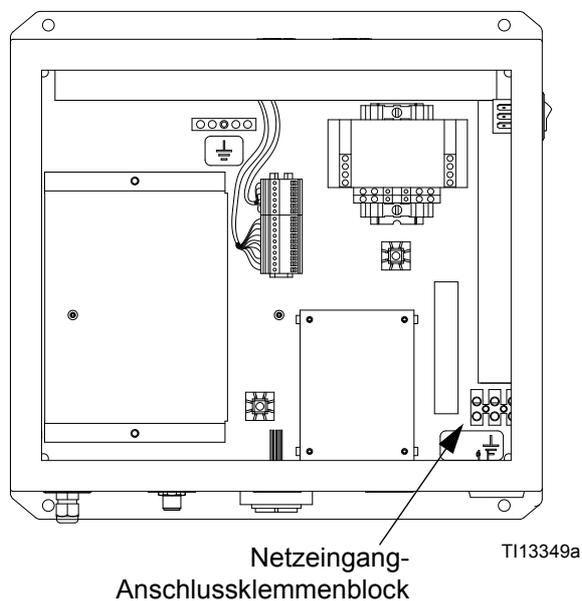

ABB. 17. Netzanschluss
2. In ABB. 17 und im Abschnitt **Elektrischer Schaltplan des Systems** auf Seite 48 wird auf die Anschlüsse L1, N und PE im Inneren des eingegangenen EasyKey.